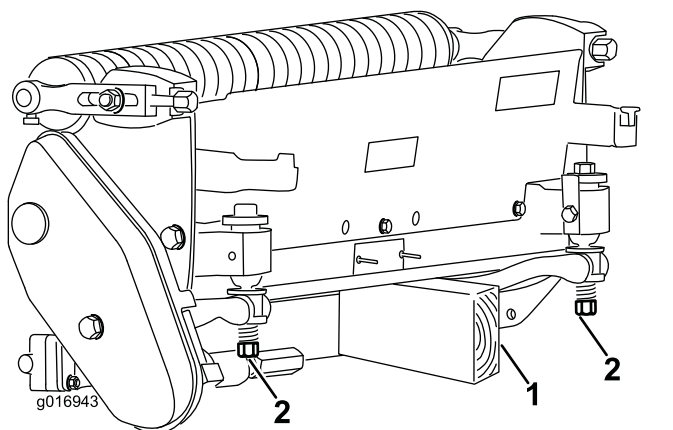

図 8
ベッドナイフやリールを見るためにカッティングユニットを立てる場合には、ベッドバー調整ねじのナットが床面に接触しないように、カッティングユニットの後ろ側をスタンドなどで支えてください 図 8。
**注** ユニットの背面についているベッドバー調整ねじのナットが床に当たっていないことを確認する **図 8**。